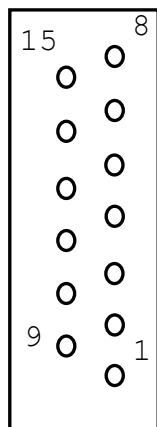

Рис.4
5.2. Для подключения пульта оператора на плате используется 15-ти контактный разъём типа CANON (KEY BOARD), рис.4. Разводка разъёма приведена в табл.2.